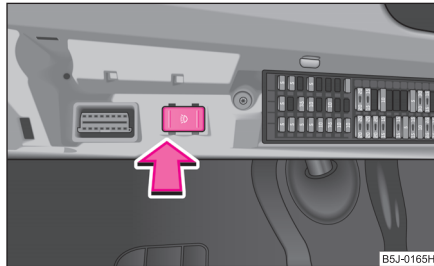

Abb. 34 Sicherungsfach:
- Schalten Sie den Schalter für das Tagesfahrlicht ein \Rightarrow Abb. 34.
- Schalten Sie den Schalter für das Tagesfahrlicht aus \Rightarrow Abb. 34.